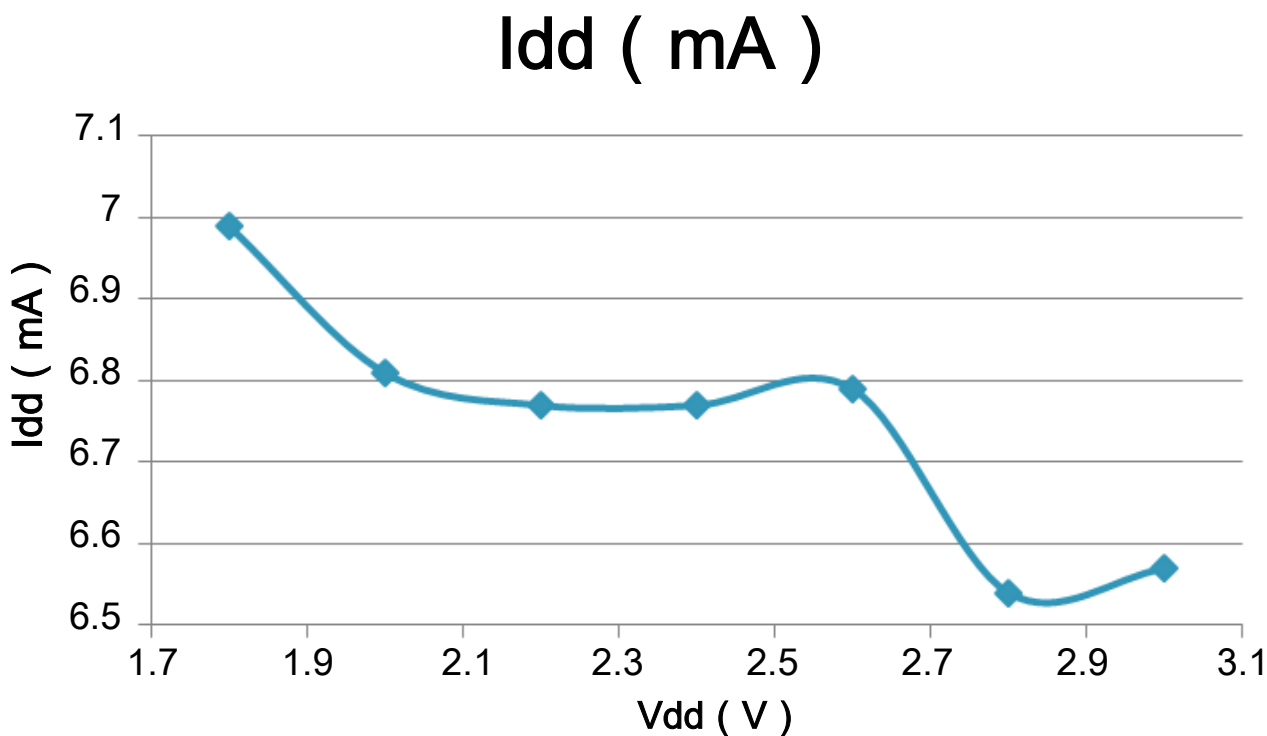
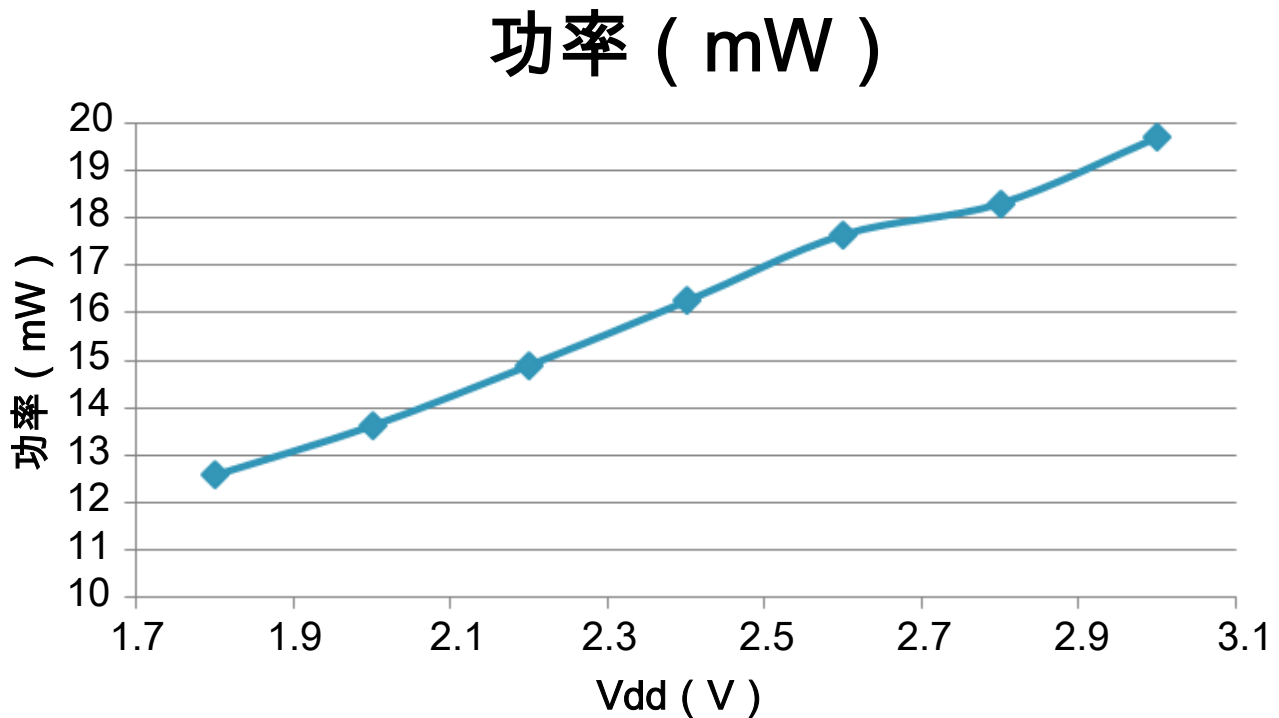

图 7. Kinetis MCU 上 IDD 与 VDD 之间的典型关系
图 8. Kinetis MCU 功率与 VDD 之间的关系
19. 最低功耗时的 IDD 并不一定最低。图 7 所示为 Kinetis L MCU 上 IDD 与电压的典型关系曲线。图 8 所示为总功率曲线（功率 =  $IDD * VDD$ ）。请注意，在较低 VDD 值下运行 MCU 的确可降低功耗，但是会导致 IDD 较高。